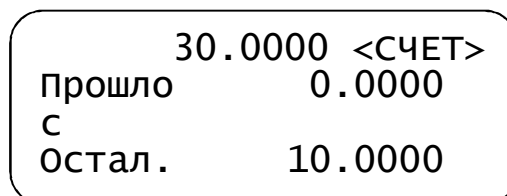

Рис. 7. Режим <СЧЕТ>.
2.3.8 После выставления всех необходимых параметров и нажатия клавиши «Пуск» (8) УПМС-1 перейдет в режим <Счет> (рис. 7). На табло режим сменится сразу после нажатия клавиши «Пуск», счет времени начнется с момента нажатия на секундомеры. Интервал между переходом УПМС-1 в режим <Счет> и нажатием интервалов задается в меню «Время перед стартом».